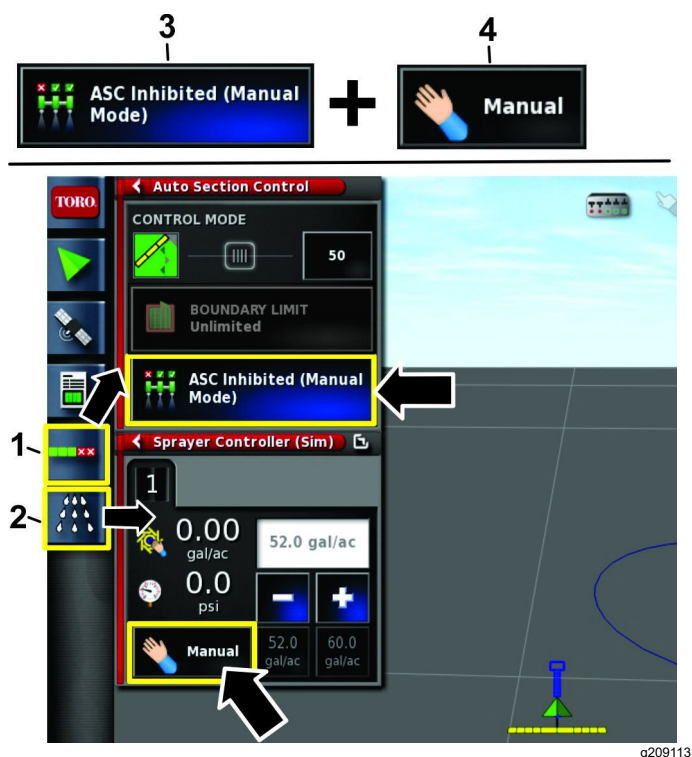

図 25
1. 自動選択コントロール構成アイコンとスプレーヤコントローラアイコンを選択する 図 25。
2. レート制御を MANUAL 位置にする 図 25。